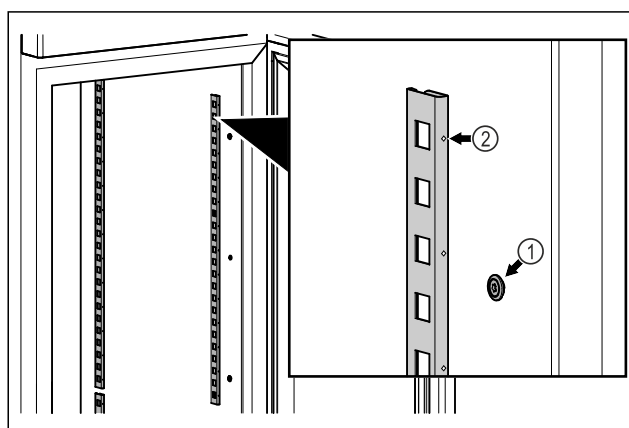

Fig. 85 Exempel
- ▶ Haka fast haklisterna i upphängningen Fig. 85 (1). Markeringen Fig. 85 (2) måste peka framåt.